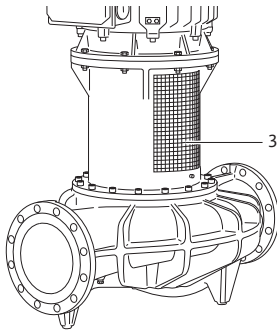

Fig. 48: Gemonteerde koppelings-
- **De pomp alleen met gemonteerde koppelingsbeveiligingsplaten (Fig. 48, pos. 3) gebruiken.**